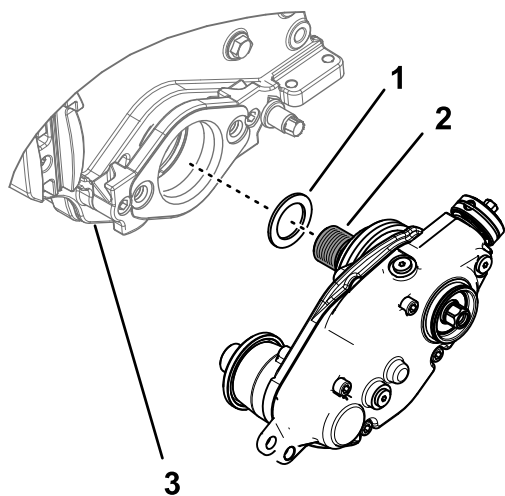

図 8
1. グリーンズマスターのカッティングユニットの左側にグルーマ駆動ボックスを取り付けた場合、リールアダプタのねじ山部分にシムワッシャを入れる 図 8。